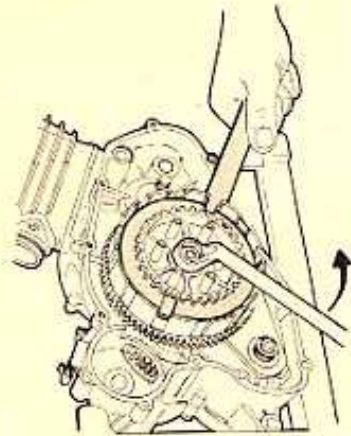

FIG. 14 Rimozione dado tamburino frizione
- 14) Usando l'apposita chiave (cod. 05.0327.0) e una chiave da 17 mm rimuovere il dado di fissaggio del tamburino (fig. 14).